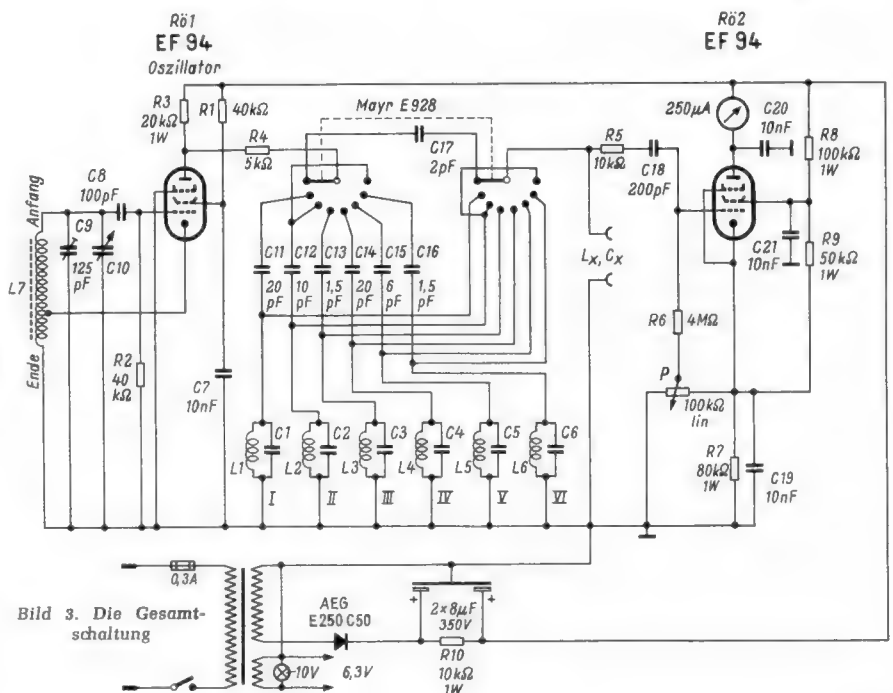

Bild 3. Die Gesamtschaltung
In der Gesamtschaltung Bild 3 sind die einzelnen Meßkreise mit den Zahlen I bis VI bezeichnet. Für vom Original abweichende Dimensionierungen wird im folgenden auf die Bemessungsgrundlagen näher eingegangen.
C_0 ist die gesamte Grundkapazität (= Minimalkapazität für 600 kHz) also Schaltkapazität + Eigenkapazität der Spule + Anfangskapazität des Drehkondensators + etwa notwendige Zusatzkapazität. C_v ist die Kapazitätsvariation des Drehkondensators zwischen den gewählten Grenzen des Drehwinkels, n ist das Frequenzverhältnis f_0/f_u , im vorliegenden Falle beträgt n also 2. Den Drehwinkelgrenzen von 10° und 170° beim Mustergerät entsprechen Kapazitätswerte von etwa 25 pF und 500 pF. Die Kapazitätsvariation C_v beträgt demgemäß 475 pF. Nach Formel (1) erhält man damit für die Grundkapazität C_0 einen Wert von 158 pF. Für 25 pF Anfangskapazität und schätzungsweise 10 pF Schaltkapazität sind für die zusätzliche Parallelkapazität C_9 in Bild 3 rund 120 pF erforderlich. Diese setzt man aus einem Keramik- oder Styroflexkondensator von 100 pF und einem Trimmer von 30 pF zusammen.